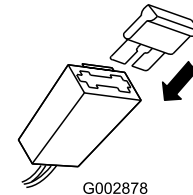

Figura 6
2. Introduzca el fusible en el portafusibles (Figura 6).